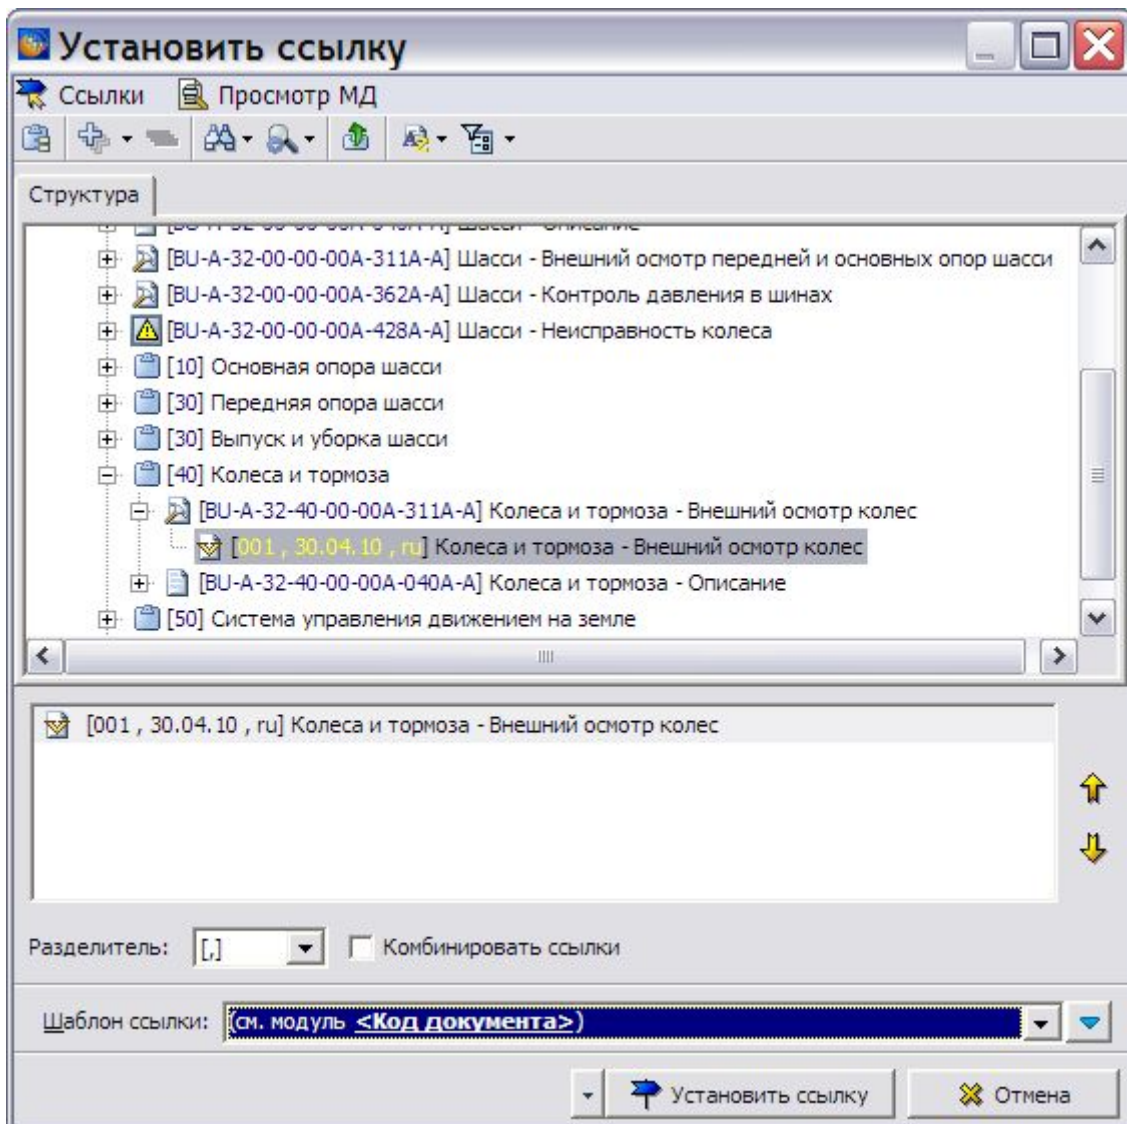

Рис. 5.7
3. Из выпадающего меню выберите команду  **Внешняя ссылка**. При этом появится диалоговое окно **Установить ссылку**, в котором отображена структура проекта (Рис. 5.7).
5. В примере рассмотрена вставка ссылки на версию модуля данных. Выберите версию модуля данных, на который устанавливается ссылка (Рис. 5.7).